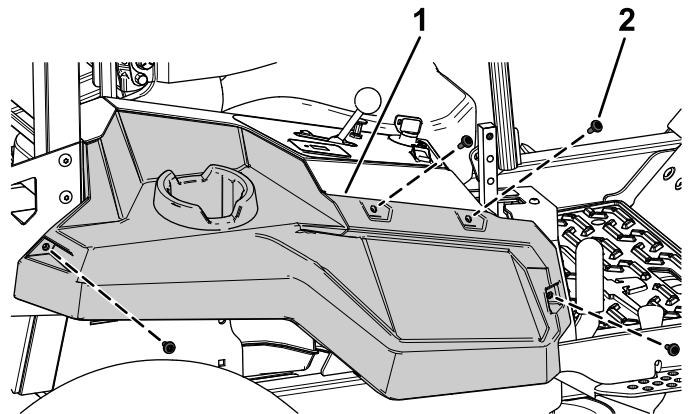

Figura 4
1. Retire los 4 tornillos de cuello largo que sujetan el carenado derecho (Figura 4).
2. Retire el carenado derecho (Figura 4).
Sujete el carenado derecho usando los 4 tornillos de cuello largo que se retiraron anteriormente (Figura 4).